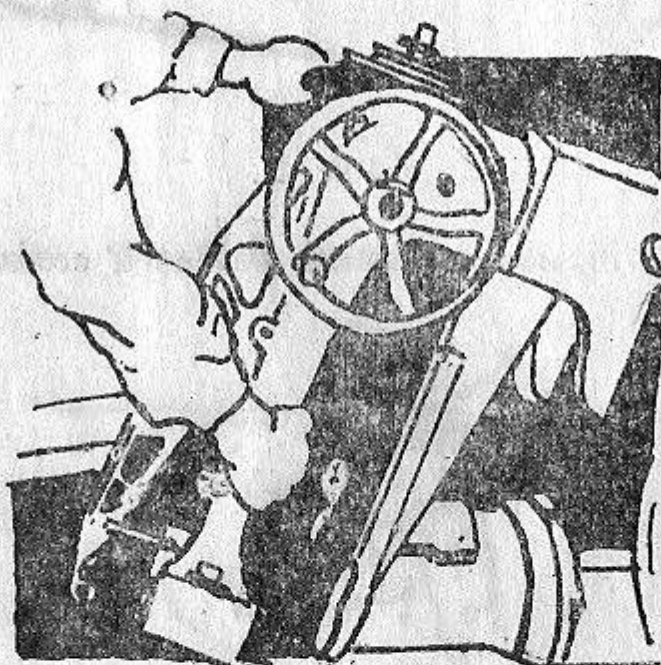

Рис. 5.
6.1.6. Затем, взявшись правой рукой за рукав швейной головки, начинают поднимать осторожно головку (рис. 5).